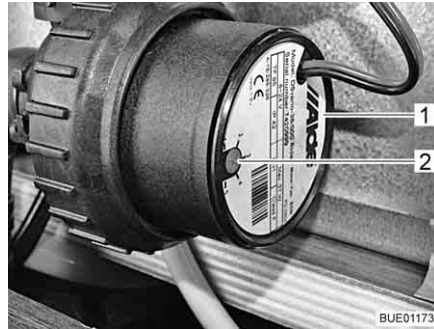

Bild 168 Drehzahlreduzierung
Mit dem Drehregler (Bild 168,2) kann die Drehzahl der Umwälzpumpe eingestellt werden. Bei reduzierter Drehzahl verringern sich die Laufgeräusche der Pumpe.
Der Drehregler befindet sich an der Umwälzpumpe (Bild 168,1).
- Den Drehregler (Bild 168,2) gegen den Uhrzeigersinn drehen. Die Leistung ist verringert.